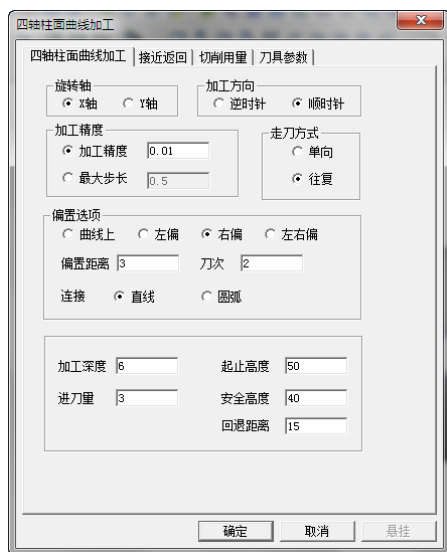

图 8-230 “四轴柱面曲线加工”对话框
1) 选择下拉菜单“加工”→“多轴加工”→“四轴柱面曲线加工”命令,弹出“四轴柱面曲线加工”对话框。单击“四轴曲线加工”选项卡,设置“旋转轴”为“X轴”,“加工方向”为“顺时针”,“走刀方式”为“往复”,“偏置选项”为“右偏”,“连接”为“直线”,其他参数数值如图 8-230 所示。